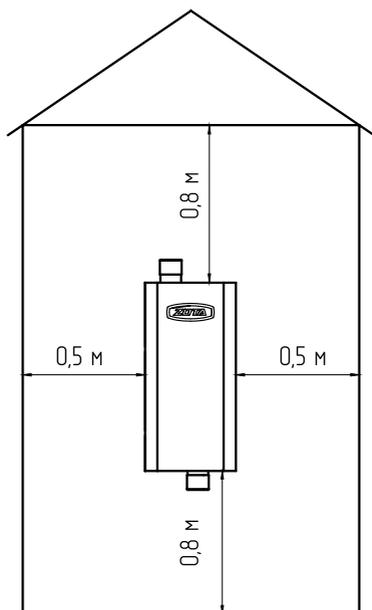

Рис.3. Схема установки котла
6.2. При монтаже котла необходимо выдерживать минимальные расстояния до стен, пола и потолка, указанные на Рис.3. Расстояния необходимо соблюдать для удобства эксплуатации и сервисного обслуживания.